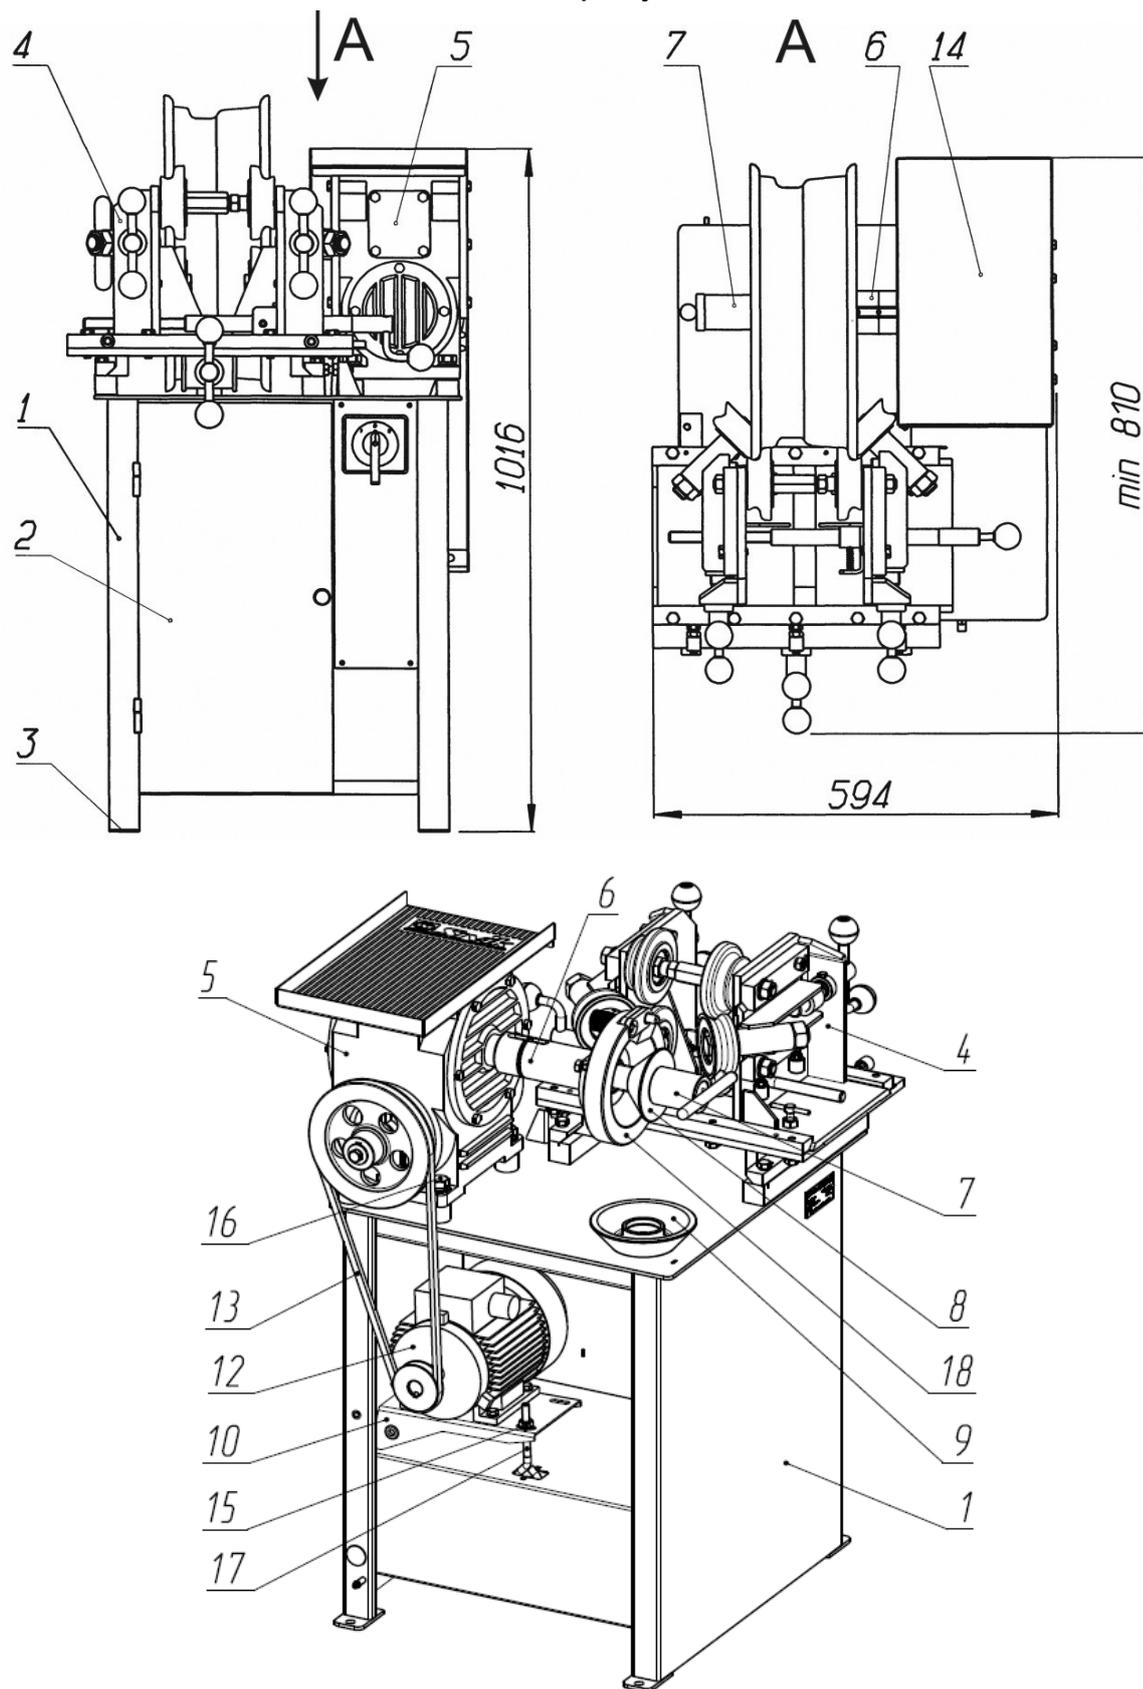

Рисунок 4.1 - Устройство станка
6.2.1 Подвести большие правильные Ролики 34 (рис.3) к полкам обода колеса. Должно производиться одновременное касание обода к четырем роликам 34. Допуск не параллельности оси колеса и оси роликов по горизонтали и вертикали должен составлять не более $\pm 0,5$ мм. Болты 16 (рисунок 4.1) затянуть до отказа, соблюдая равномерность затяжки.